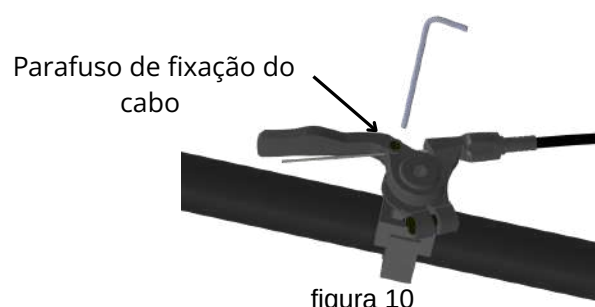

figura 10
- **Trava do Cabo:** Com o canote Orbis fixado, transpasse o cabo pelo furo da alavanca. Puxe-o manualmente até eliminar as folgas e, mantendo a tensão, aperte o parafuso M4 com uma chave Allen 2mm (figura 10)